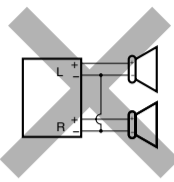
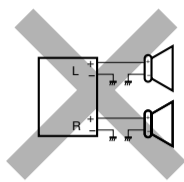

Fig. 1
Fig. 2
- If the speaker wiring in your car is as illustrated in Fig. 1 and Fig. 2 below, DO NOT connect the unit using that original speaker wiring. If you do, the unit will be seriously damaged.
- Si el conexionado de altavoz de su automóvil es como se indica en las Fig. 1 y Fig. 2 de abajo, NO conecte la unidad utilizando ese conexionado de altavoz original. Si lo hace, se producirán daños graves en la unidad.
- Si le câblage des enceintes de votre voiture est comme montré sur la Fig. 1 ou Fig. 2 ci-dessous, NE CONNECTEZ PAS l'appareil en utilisant ce câblage original des enceintes. Si vous le faites, l'appareil sera sérieusement endommagé.